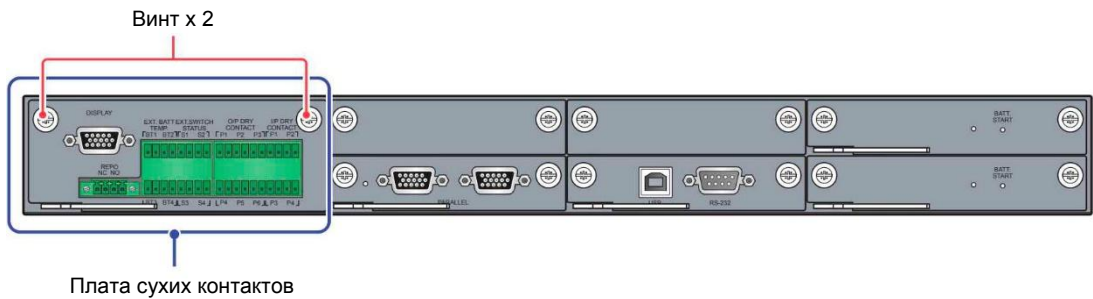
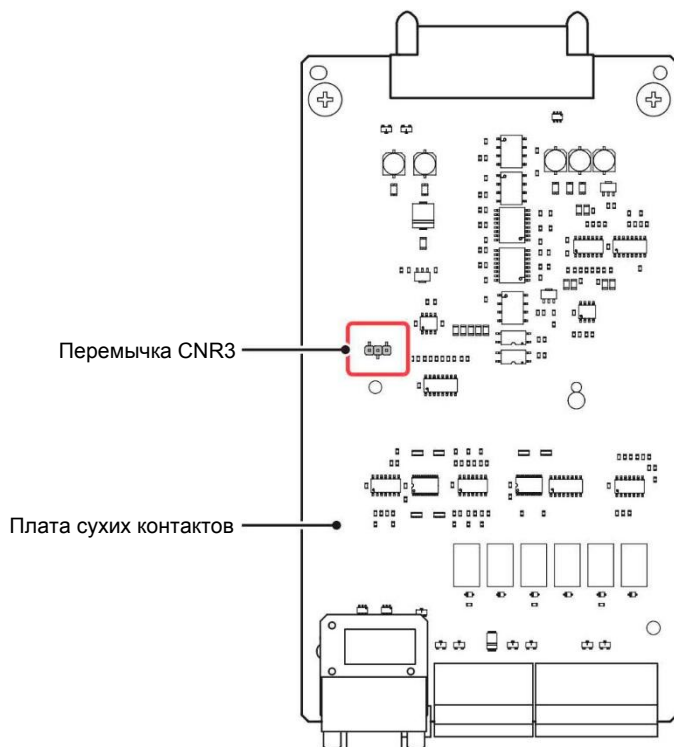

Рисунок 4-5: расположение платы сухих контактов
Рисунок 4-6: переключатель CNR3
Если необходимо активировать функцию «нормально замкнутый» (NC), перед включением ИБП извлеките плату сухого контакта (см. **Рисунок 4-5**) и снимите перемычку CNR3 (см. **Рисунок 4-6**).